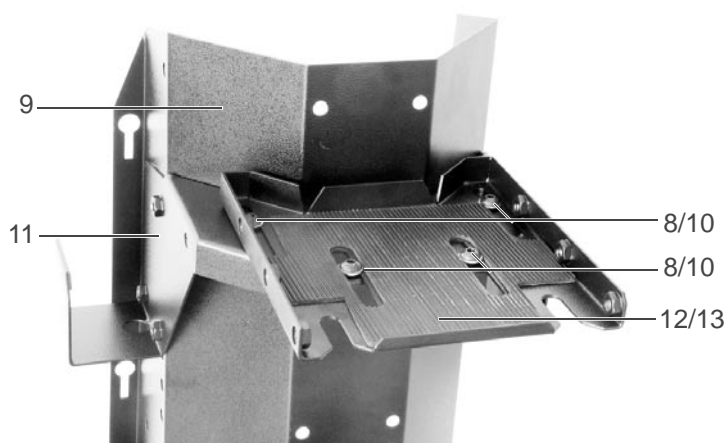

Рис. 3/9
- Крепежный лист прикрутить с помощью винтов с внутренним шестигранником М8х10 (10) с подкладными шайбами М8 (8) к листу настройки высоты (11). (см. также рис. 3/1).